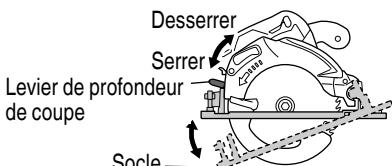

Fig. 12
1. Réglage de la profondeur de coupe (Fig. 12)
Si le levier qui permet de régler la profondeur de coupe (Fig. 12) est mal vissé, il y a risque de blessure. Bien vérifier qu'il est vissé à fond.